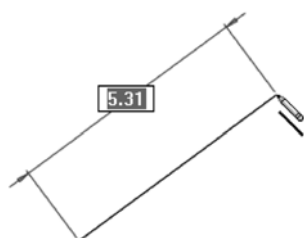

图 2-11 绘制任意角度直线
- 任意角度直线：在绘制直线过程中，笔形光标附近会出现任意直线图标符号 ，如图 2-11 所示。